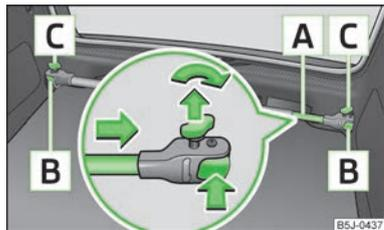

Fig. 53
- Aflojar los tornillos de seguridad **[C]** » fig. 53 y sacarlos un poco, para que se desbloqueen así las fijaciones **[B]**.